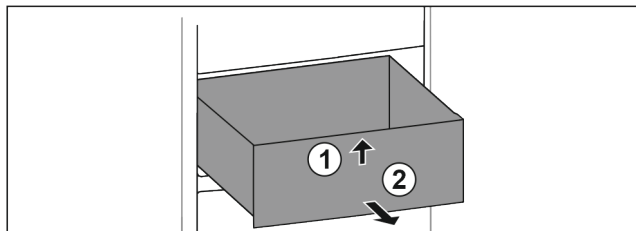

Fig. 38
- Nosta vetolaatikon etuosaa ylös. Fig. 38 (1)
- Poista vetolaatikko vetämällä eteenpäin. Fig. 38 (2)